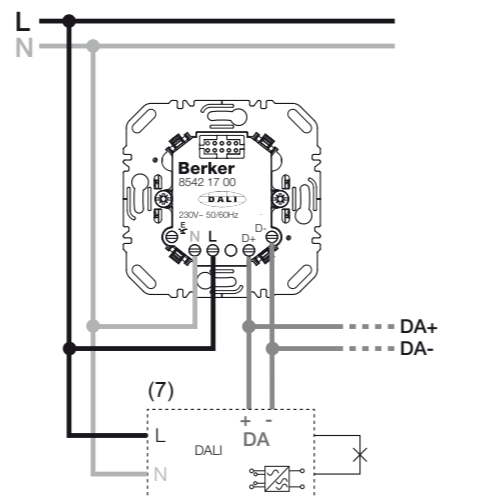

Figure 2 : schéma de raccordement avec tension de service raccordée (mode actif)
- Raccorder le module de commande DALI/DSI et en option les postes auxiliaires conformément au schéma de branchement (figure 2 à 4).